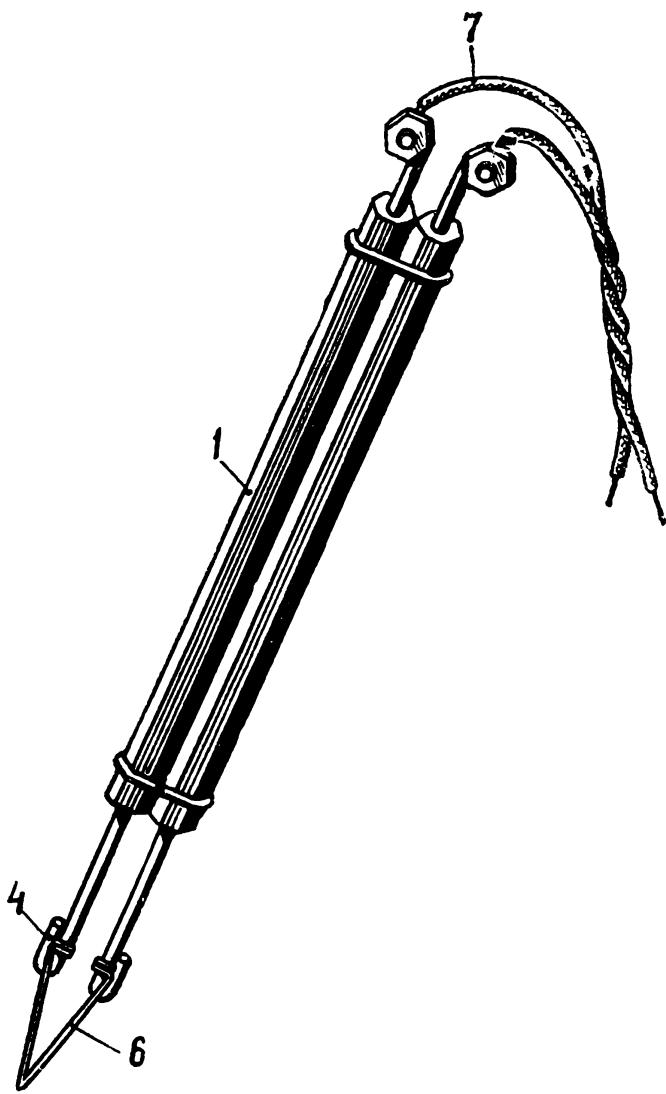

Рис. 76. Электровыжигательный карандаш.
Теперь заготовьте из такой же проволочки два отрезка (5) и согните из них две скобки. Соедините ими оба карандаша, как это показано на рис. 76.
Из кусочка никромовой проволоки (6) длиной 40 мм и толщиной 0,4—0,5 мм (такой кусочек можно взять от старой спирали электрической плитки) сделайте выжигатель. Изогните ее как показано на рис. 76 и присоедините к крючкам, а крючки плотно сожмите плоскогубцами.